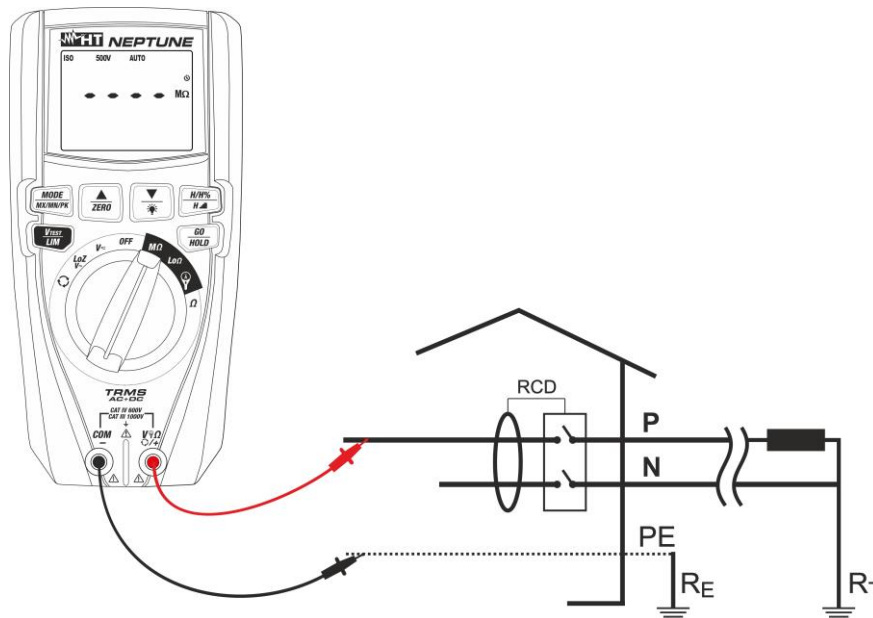

Fig. 15: Utilisation de l'instrument pour mesurer la résistance d'isolement en mode AUTO
7. Introduire le câble rouge dans la borne d'entrée **VΩ☼/+** et le câble noir dans la borne d'entrée **COM/-** et les éventuelles bornes crocodiles et brancher l'instrument à l'installation objet du contrôle (voir Fig. 15)